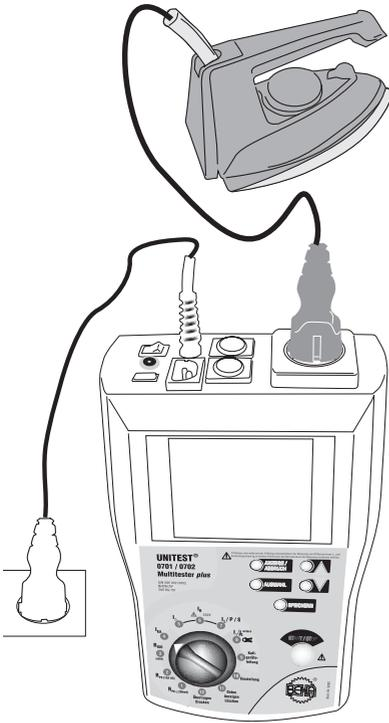

Bild 6.7: Messung des Ersatzableitstromes bei Geräten der Schutzklasse I
- ▶ Schließen Sie den 0701/0702-Multitester *plus* mit dem Netzanschlusstecker (1) an eine funktionstfähige und ordnungsgemäß angeschlossene Schutzkontakt-Netzsteckdose an.
- ▶ Schalten Sie das Gerät mittels EIN/AUS-Schalter (16) ein.
- ▶ Stellen Sie den Drehschalter 'Messfunktion' (10) auf die Schalterstellung "IEA" (Funktion 4).
- ▶ Bei der Prüfung von Geräten der Schutzklasse II oder III stecken Sie zusätzlich die Messleitung (Prüfanschluss) in die Buchse "Sonde" (3) ein.
- ▶ Drücken Sie die Taste "AUSWAHL" (11), die Messzeitanzeige (25) blinkt.
- ▶ Stecken Sie den Netzstecker des Prüflings in die Prüf-/Netzsteckdose (4), siehe Bild 6.7 oder 6.8.